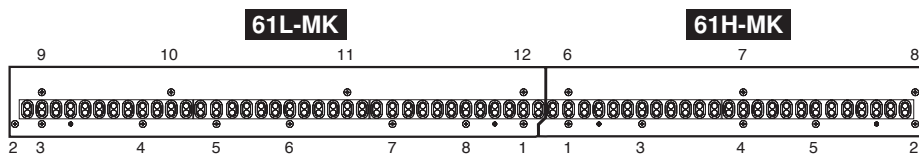

Fig.14(図14)
- \* **When installing the circuit board 61L-MK, tighten the screws 1 through 12 in numerical order as shown in the figure "61L-MK" in Fig.14. (Fig.14)**
- \* **When installing the circuit board 61H-MK, tighten the screws 1 through 8 in numerical order as shown in the figure "61H-MK" in Fig.14. (Fig.14)**
- ※ シート 61L を取り付けるときは、図 14 のシート 61L 図の番号 1 ~ 12 の順にネジを締めてください。(図 14)
- ※ シート 61H を取り付けるときは、図 14 のシート 61H 図の番号 1 ~ 8 の順にネジを締めてください。(図 14)